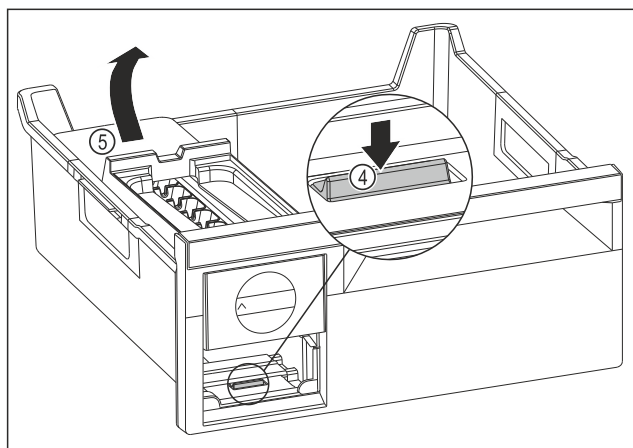

Fig. 131
- ▶ Retirer le corps de l'EasyTwist-Ice : Avec le doigt, pousser la languette Fig. 131 (4) vers le bas tout en soulevant de l'autre main le corps de l'EasyTwist-Ice Fig. 131 (5) depuis l'arrière.